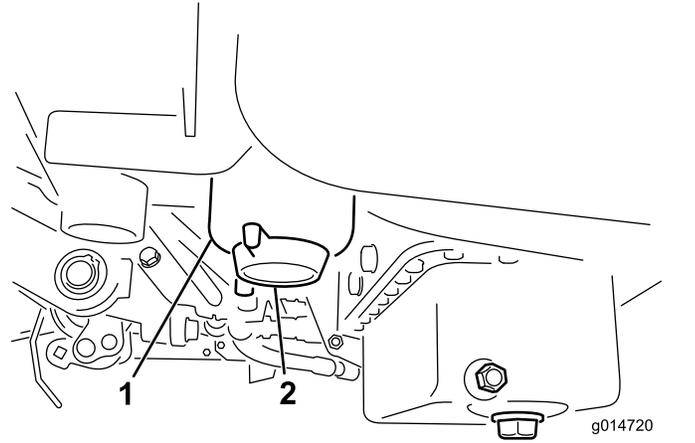

图 38
3. 打开燃油滤清器上的排油塞大约旋转一周排干积水 图 38。